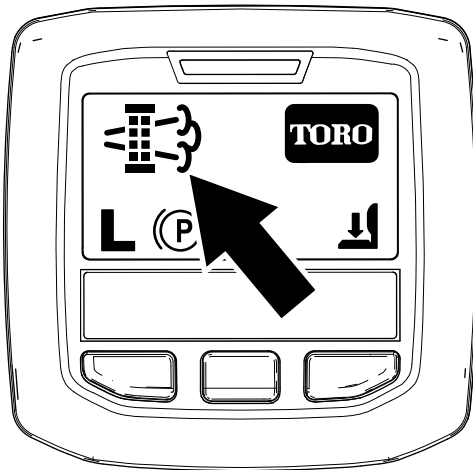

Bild 46
- Wenn der Motorcomputer eine geparkte Regenerierung oder eine Wiederherstellung-Regenerierung anfordert, wird das Symbol für die Anforderung einer Regenerierung (Bild 46) im InfoCenter angezeigt.